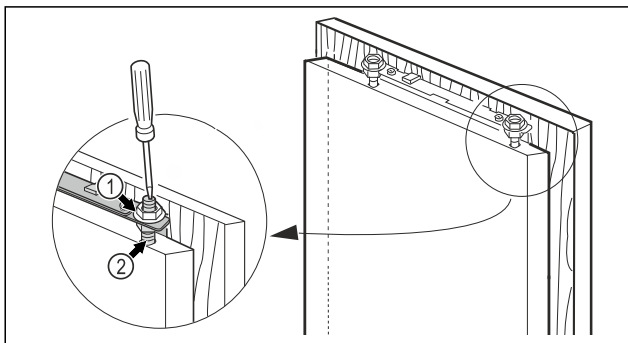

Fig. 19
- Pojistné matice Fig. 19 (1) dotáhněte šestihlanným klíčem 13, přitom přidržujte ustavovací čepy Fig. 19 (2) na protější straně šroubovákem.